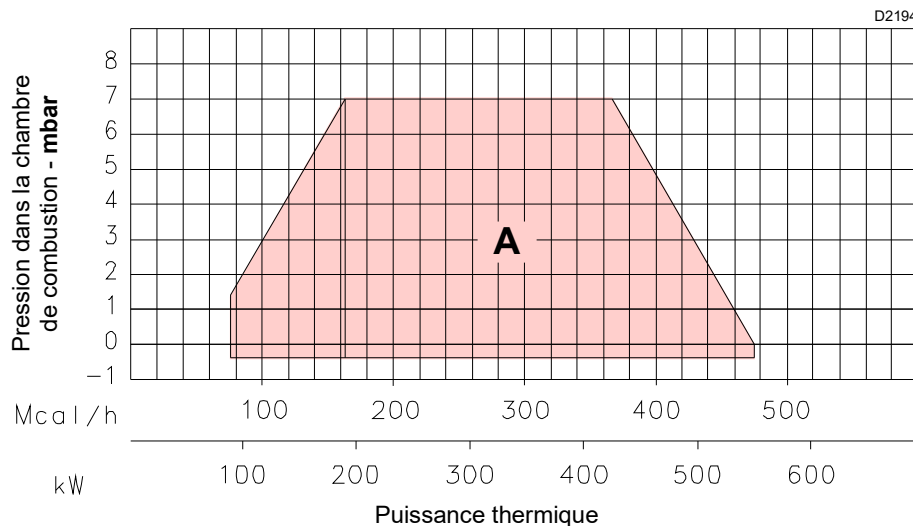

Fig. 2
- une **PUISSANCE MAXIMUM**, choisie dans la plage A (Fig. 2).
La plage de puissance (Fig. 2) a été mesurée à une température ambiante de 20 °C, à une pression barométrique de 1013 mbar (environ 0 m s.n.m.) et avec la tête de combustion réglée comme indiqué à la page 16.